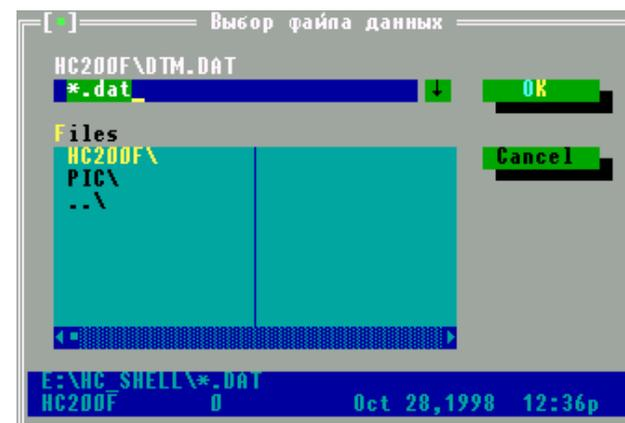

Рис.3.4. Выбор файла данных
**Файл данных** - задается имя файла, куда пишутся данные, считанные с Touch Memory. Для установки пути этого файла следует воспользоваться клавишей "Выбрать". На экране появится дополнительное окно (рис.3.4) "Выбор файла данных", где следует произвести выбор пути к файлу \*.DAT, по окончании выбора нажать клавишу <OK>, окно "Выбор файла данных" закроется, а выбранный файл появится в окне "Файл данных".